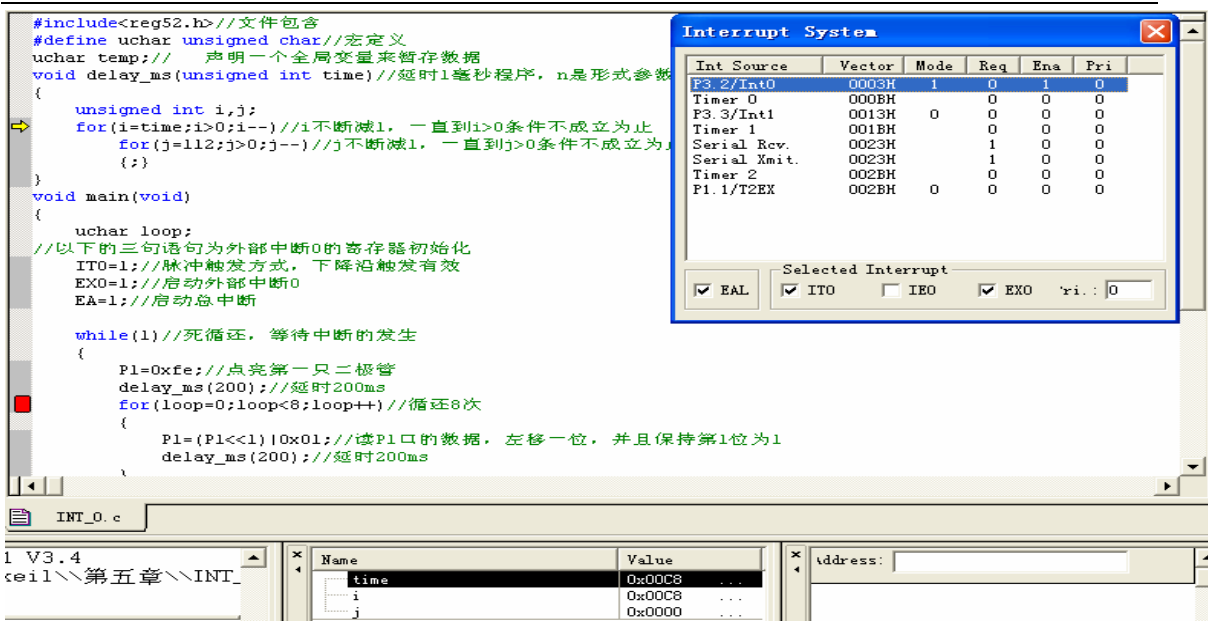

图 4-18
5、用  进行调试，观察当黄色的光标在主程序中执行每一条语句的时候,同时在图 4-18 中寄存器对应的变化。